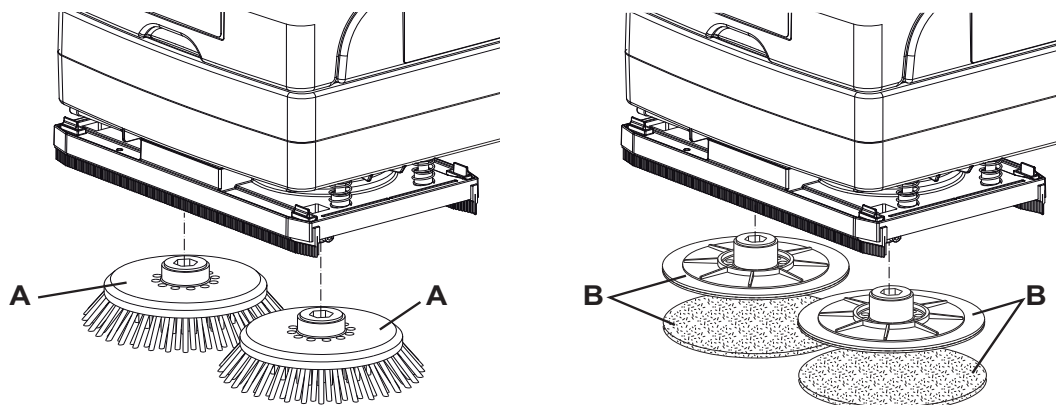

Figure 3
La machine est livrée avec une paire de brosses mises en place (A, Fig. 3). Selon le type de sol à nettoyer, il est possible de remplacer les brosses (A) avec les plateaux support disque avec disque (B).
1. Soulever la machine en faisant levier sur le guidon (2).
2. Introduire les brosses (A, Fig. 3), ou les plateaux support disque avec disque (B) dans les 2 moyeux de la tête (9).
3. Baisser la machine au moyen du guidon (2).